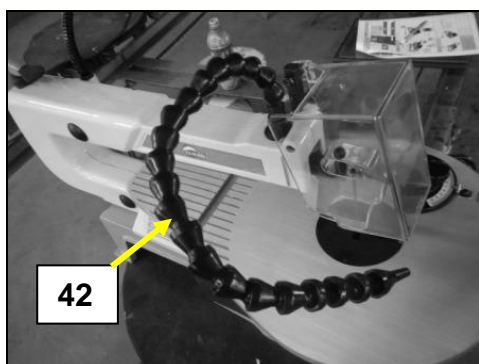
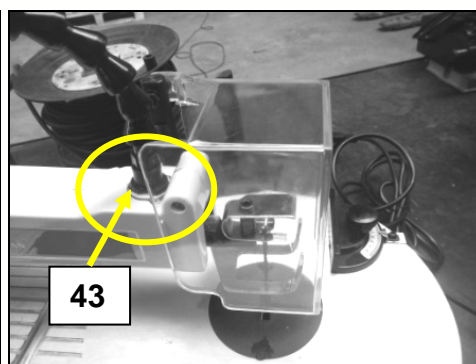

Fig 8
Fig 9
- Vissez le souffleur (42) sur son embout (43) en haut du col de cygne (Voir Fig 8 & Fig 9).